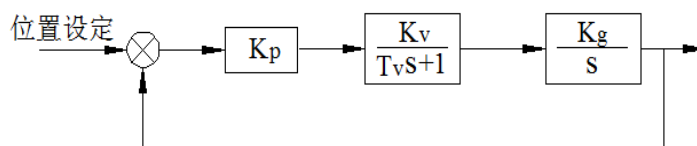

图 6
11. (15 分) 某数控机床半闭环进给伺服系统结构图如图 6 所示, 光电编码器为 2500 线, 4 倍频输出, 位置环开环增益取为 50/秒, 伺服电动机与丝杠直接连接, 丝杆导程为 5mm, 位置指令设定单位为 0.001mm, 最大快进速度为 10m/min, 速度控制最大指令电压是 10V。